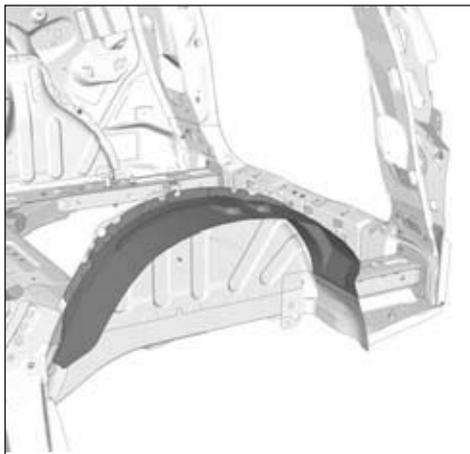

FIG. 158
- Respecter les ligne de coupe (Fig.158).